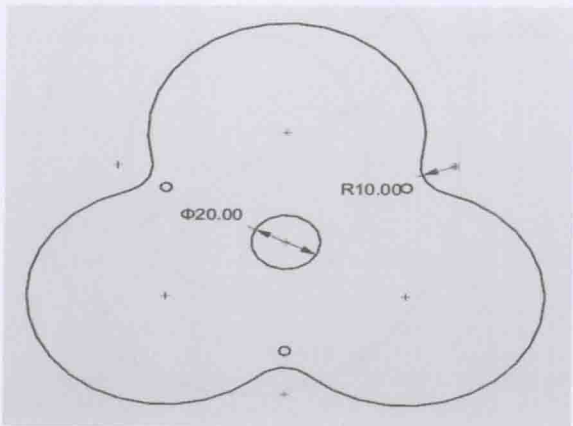

图 1-3-7
4. 以(0,0)为圆心，10mm为半径做圆，并且对草图轮廓三个尖角位置进行倒圆角，半径为10mm。如图 1-3-7 所示。